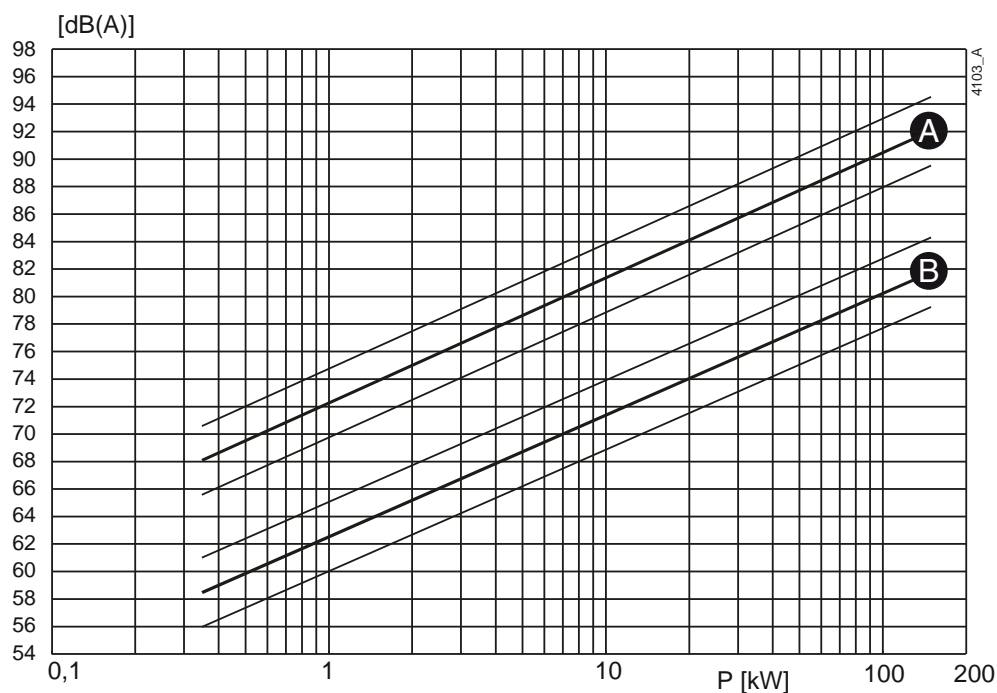
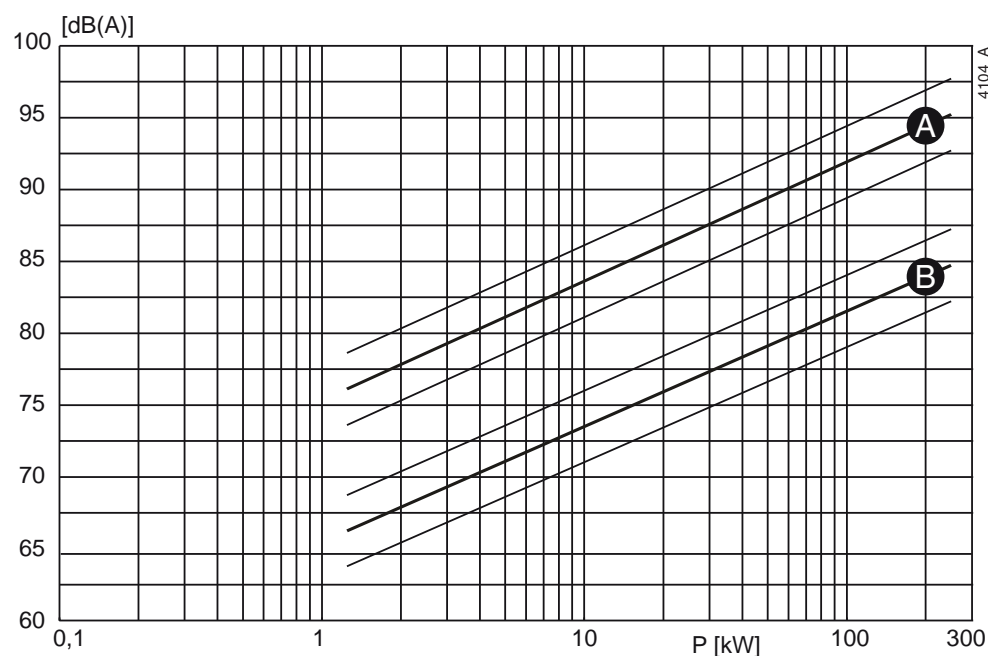

Abbildung 40: Schallpegel als Funktion der Pumpenleistung [kW] bei  $1450 \text{ min}^{-1}$
Abbildung 41: Schallpegel als Funktion der Pumpenleistung [kW] bei  $2900 \text{ min}^{-1}$
- 1 Um den Schallpegel ( $L_1$ ) der Pumpe zu bestimmen, siehe Abbildung 40 oder Abbildung 41.